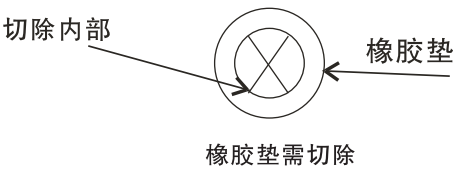

图12-2
- 6 配线要求穿过电气箱的右面下部橡胶垫后于控制基板上的显示接收操作系统端子（图12-2）（CN16）相连，并用电气箱内的线夹固定。